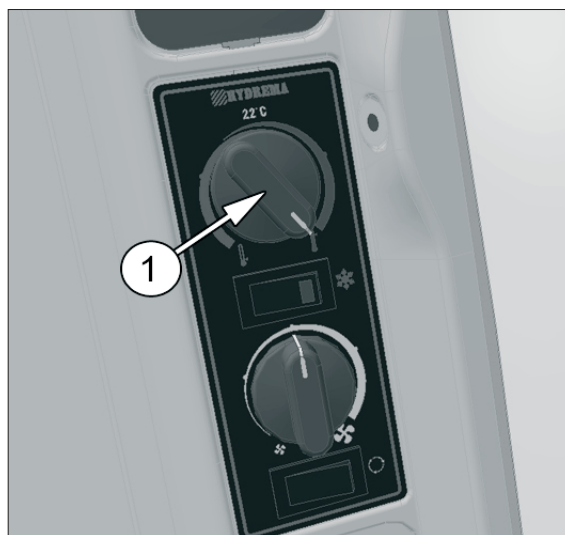

Fig. 83.2
1. Starta motorn och vrid värmesystemet till MAX värme - 1 fig. 83.2. Accelerera motorn till 2000 varv/min och fortsätt fylla på med blandad kylvätska. Sätt på skyddet när systemet har fyllts på till MAX-markeringen